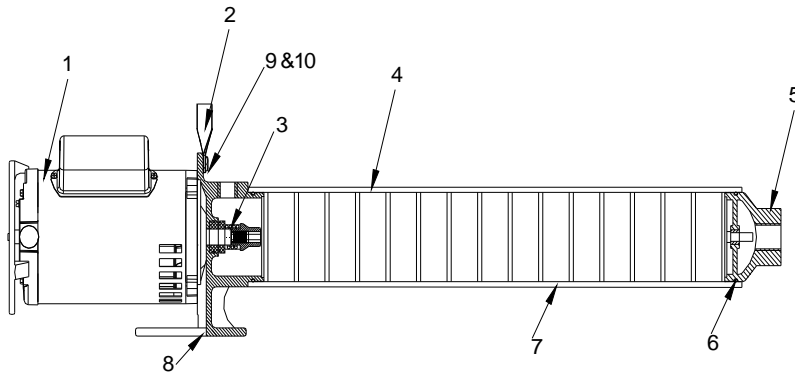

Figura 16 — Repare las partes para ilustración-para modelos de aumentador de estándar
**NOTA:** Para el desmontaje de bomba, consulte a los ilustraciones de partes de reemplazo (vea figura 16 y 17).